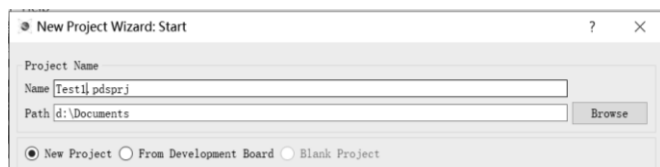

图 1-26 修改工程名称
(2) 把工程名称改为“Test1”(扩展名.pdsprj 不变), 文档存放路径先不变, 如图 1-26 所示。读者也可以浏览选择其他目录存放用户工程文件, 但一定要记清楚, 以便以后浏览。在主界面创建向导下面, 会显示最近打开过的工程文件。